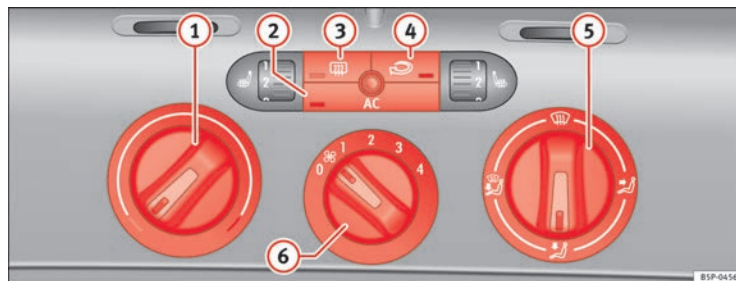

Fig. 107 Sur la planche de bord : éléments de commande du Climatic
- Les régulateurs ⇒ fig. 107 ① et ⑤ et la commande ⑥ permettent de régler la température, la répartition de l'air et la vitesse de la turbine.
- Appuyez sur l'un des boutons ②, ③ ou ④ pour activer ou désactiver la fonction correspondante. Quand la fonction est active, le rectangle situé sur le coin inférieur du bouton s'allume.
- ① Régulateur de température ⇒ page 157
- ② Bouton **AC** – Allumer ou éteindre le système de refroidissement ⇒ page 157
- ③ Bouton – Dégivrage de la lunette arrière Cette fonction s'arrête automatiquement 20 minutes environ après son activation. Vous pouvez la désactiver plus tôt en appuyant sur le bouton.
- ④ Bouton – Recyclage de l'air ambiant ⇒ page 159
- ⑤ Régulateur de répartition de l'air ⇒ page 157
- ⑥ Commande de soufflante. Le débit d'air peut être réglé sur quatre vitesses. Lorsque le véhicule roule lentement, laissez toujours tourner la soufflante à basse vitesse.
- Mettez le climatiseur en marche à l'aide du bouton ⇒ page 156, fig. 107 .